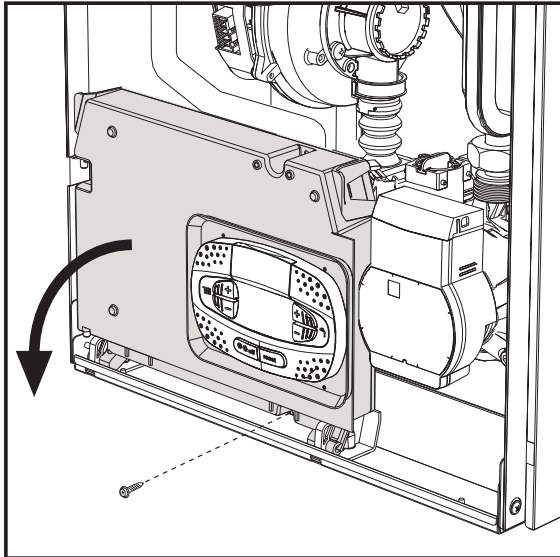
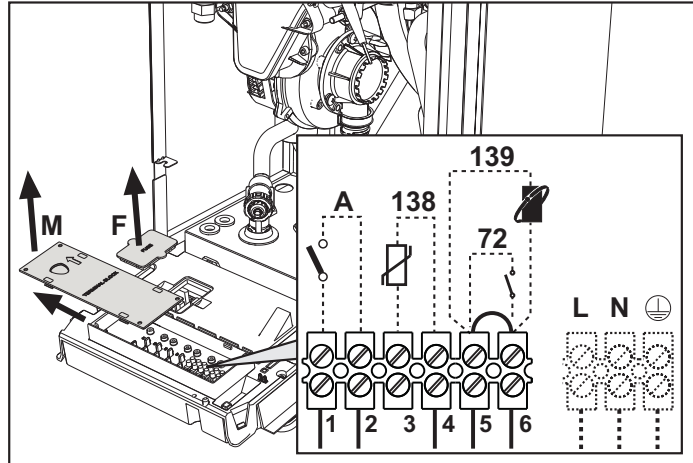

fig. 19
fig. 20
Dopo aver tolto il pannello frontale ( sez. "Apertura del pannello frontale" a pag. 33) è possibile accedere alla morsettiera (M) e al fusibile (F) seguendo le indicazioni descritte di seguito (fig. 19 e fig. 20). **I morsetti indicati nella fig. 20 devono essere a contatti puliti (non 230V).** La disposizione dei morsetti per i diversi allacciamenti è riportata anche nello schema elettrico alla fig. 61.
## Configurazione Interruttore ON/OFF (A fig. 20)